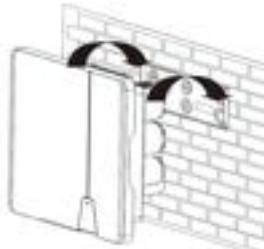
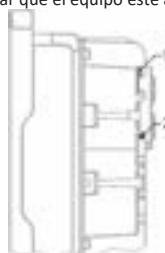

Fig. 6: Enganchar el inversor en el soporte mural
Fig. 8.2: Fijar el inversor
- 2 Enganchar el equipo en la placa de montaje (véase fig. 6 y fig. 8.2 – n.º 1.) y compruebe que esté firmemente asentado.
- 3 Montar los tornillos adjuntos antielevación (2x M5x14mm) (fig.8.2 – n.º 2.) a ambos lados.
- 2 Inserte los conectores de CC en pares en conectores para CC-positivo y CC-negativo (véase la fig. 8.2)